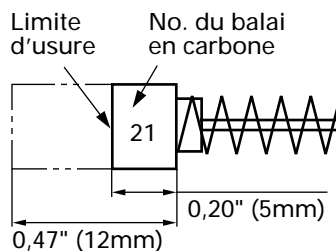

Fig. 20
### 4. Inspection des balais en carbone (Fig. 20)
**REMARQUE:** Utiliser le balai en carbone HITACHI No. 21 indiqué sur la Fig. 20.